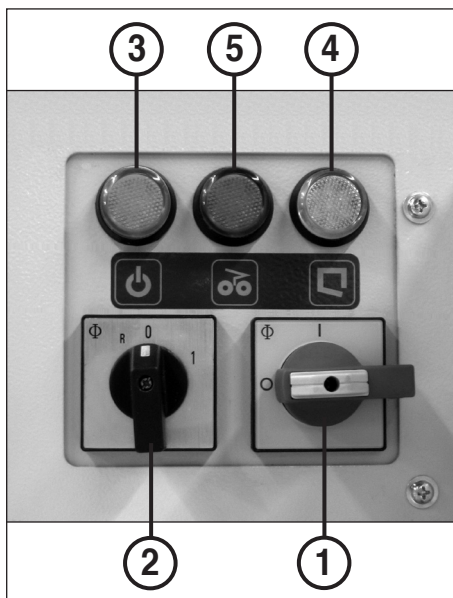

fig. 11
1. O mecanismo de corte bloqueia. A luz de controlo (4) (fig. 11) acende-se.
Reparta o material conduzido para trás, e continue com o corte de papel com uma menor quantidade. A máquina tem que estar desligada primeiro no interruptor giratório (2) (fig. 11) (pos. „0“), e estar ligada a seguir novamente (pos. „1“).